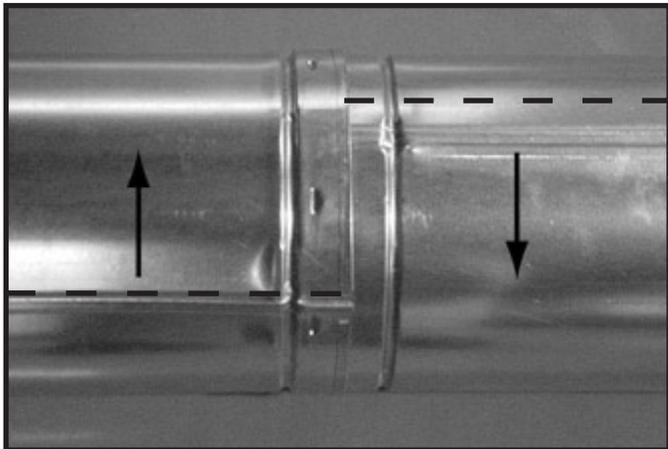
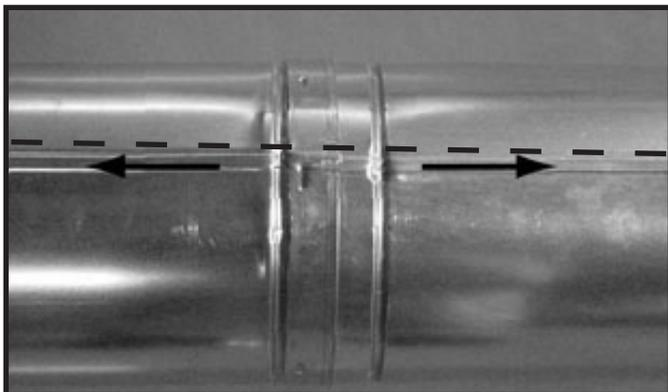

Figure 7.10 Faire pivoter les joints d'assemblage pour démonter
Figure 7.11 Aligner et démonter les sections de conduit.
- Faites pivoter l'une des sections (figure 7.10), de façon à ce que les joints d'assemblage des deux sections de conduit soient alignés, comme il est indiqué à la figure 7.11.